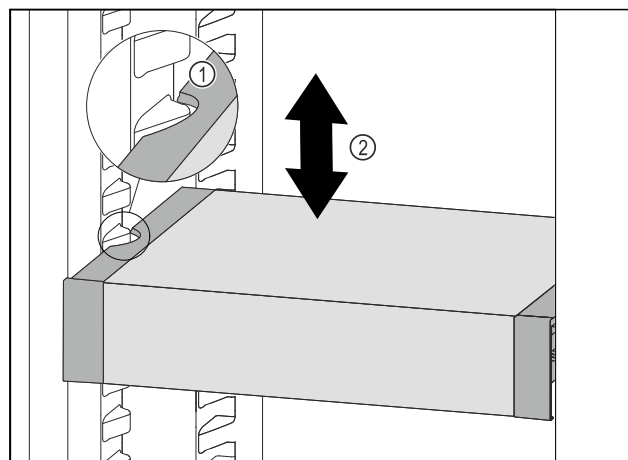

Fig. 67
- ▶ Trageți în față VarioSafe, până când degajările laterale ale VarioSafe se află la înălțimea nervurii recipientului din frigider. Fig. 67 (1)
- ▶ Mișcați în sus sau în jos VarioSafe în frigider, până când este atinsă înălțimea dorită. Fig. 67 (2)